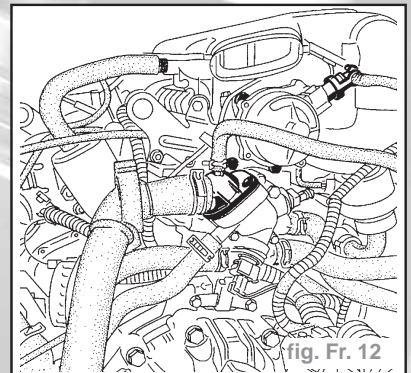

fig. Fr. 12
- Débrancher le tuyau de dépression encliquetable (fig. Fr. 12).